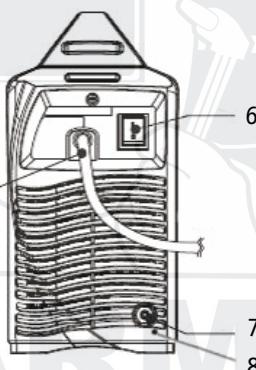
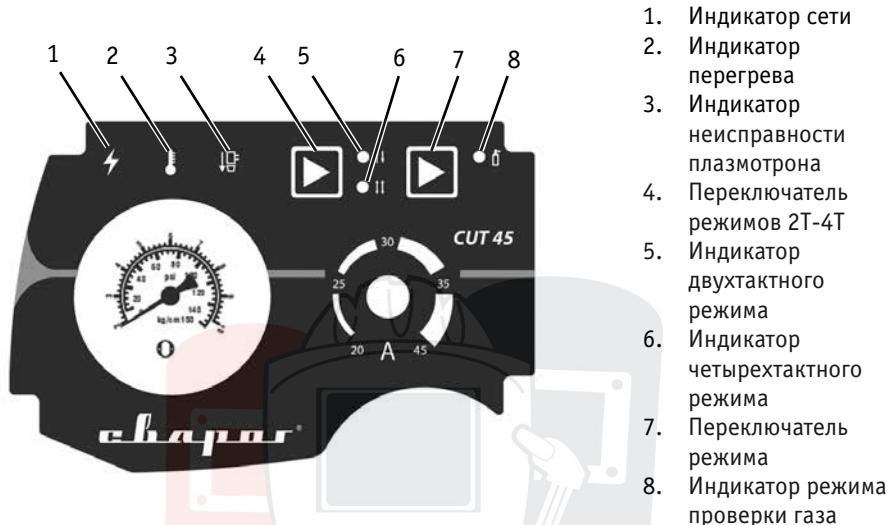

Рис. 1.2
Рис. 2
Перед началом работы необходимо установить в плазменный резак все необходимые детали. Индикатор на панели управления (3) (**рис. 2**) загорается, если части резака установлены не полностью или неправильно.
Подключите аппарат к однофазной сети питания 220 вольт. Включите аппарат с помощью выключателя на задней панели аппарата (6) (**рис. 1.2**), должен загореться индикатор сети (1) (**рис. 2**).
Избытки паров воды, содержащиеся в воздухе, накапливаются в дренаже в виде воды, которая вытекает через дренажное отверстие на задней панели аппарата (8) (рис. 1.2).
1. Перед началом работы осуществите холостой продув плазменного резака воздухом, включив режим проверки газа с помощью переключателя режимов (7) (рис. 2), отображаемым свечением индикатора (8) (рис. 2).
2. Переведите аппарат в режим реза с помощью повторного нажатия переключателя режима (7) (рис. 2), индикатор (8) погаснет (рис. 2).
3. Выберите необходимый режим 2T или 4T с помощью переключателя (4) (рис. 2)